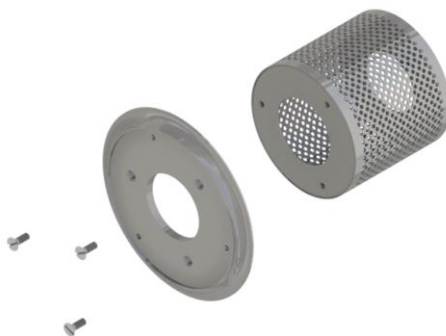

Figura 16:
- j) Ainda com a chave de fenda, desaparafuse os 3 parafusos que prendem a tela difusora no disco defletor, como mostra a figura 16.